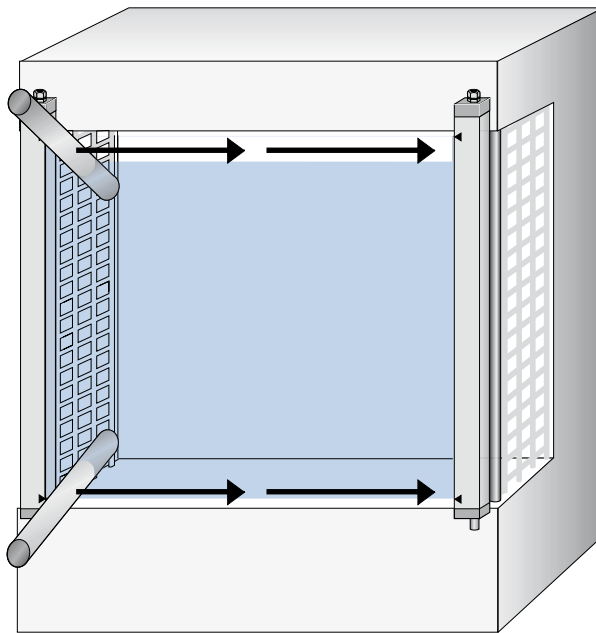

Abbildung 30: Tägliche Prüfung der Schutzeinrichtung: Schritt 2
- ▶ Führen Sie danach den Prüfstab an den Rändern des Schutzfeldes entlang wie durch die Pfeile in Abb. 30 gezeigt.